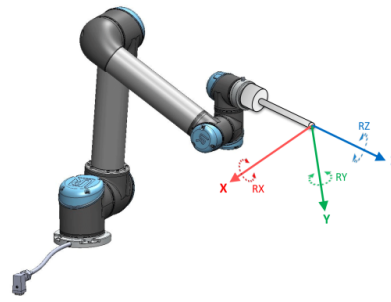

FIGURE 13.2 – Fonction de l'outil (PCO)
- La Fonction de l’outil se trouve au centre du PCO (point central de l’outil) actuel (voir figure 13.2)